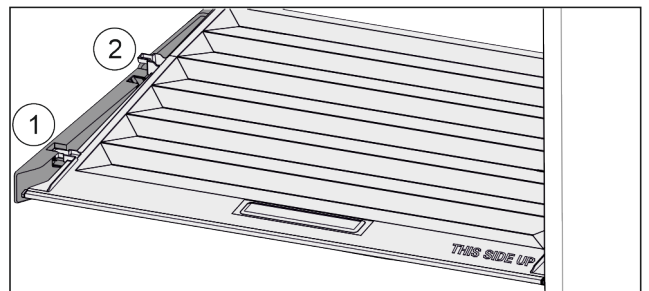

Fig. 83
- ▶ Dra locket framåt Fig. 83 (1) till öppningen i fästdelarna.
- ▶ Lyft det baktill underifrån och ta ut Fig. 83 (2) det uppåt.